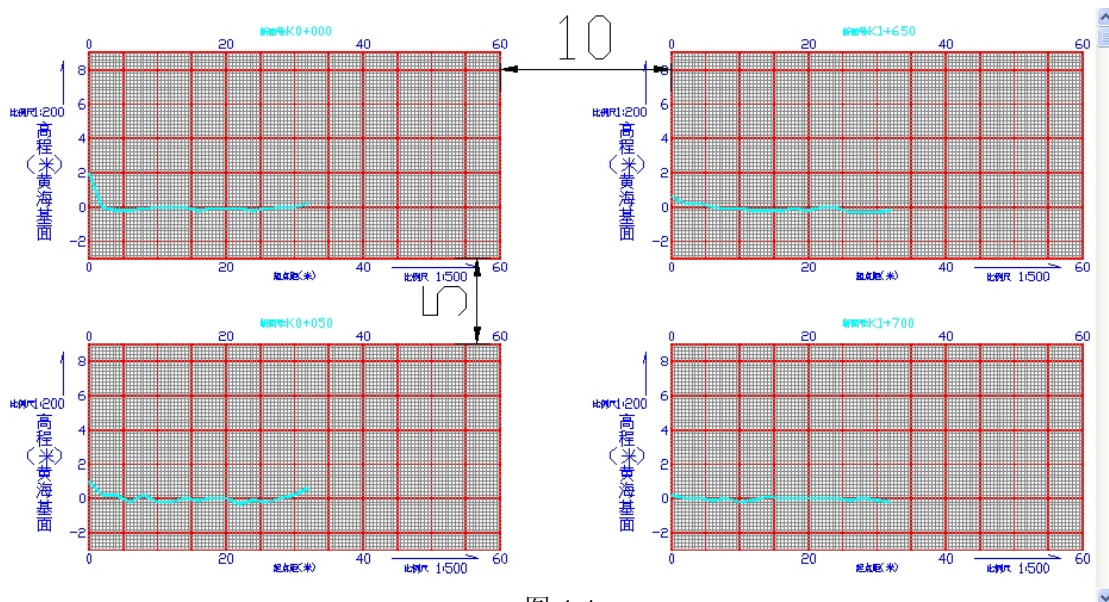

图 4-4
3. 图面网格间左右间距 10 米，上下间距 5 米，如图 4-4 所示：